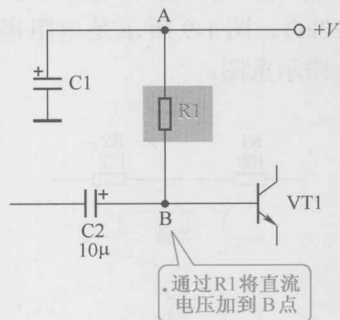

图 1-5 示意图
(1) 提供电压。如图 1-5 所示, 电阻 R_1 为电路中的 B 点提供直流电压。